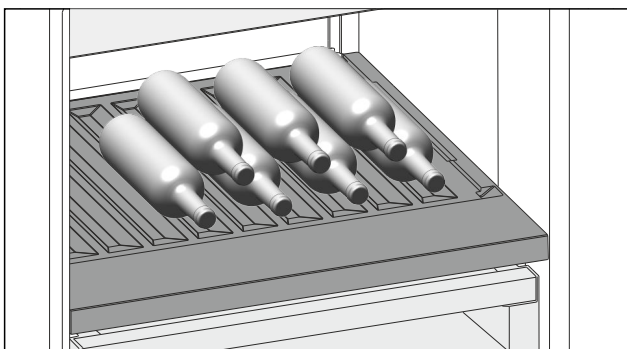

Fig. 178 Représentation à titre d'exemple
- Placer les bouteilles avec le fond orienté vers la paroi arrière de l'appareil. (voir Fig. 178)